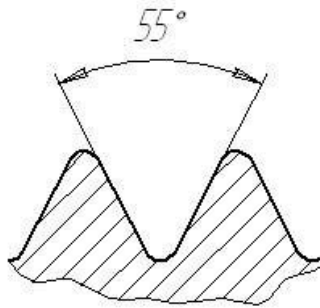

Рис.1
1. Профіль якої нарізі зображено на рис.1 ?